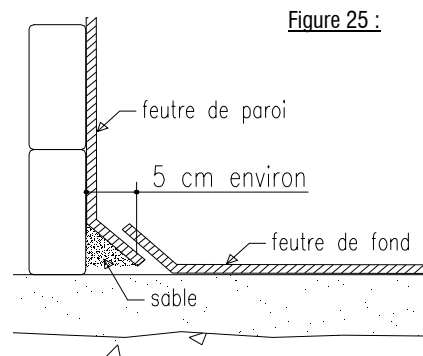

Figure 25 :
- e) Faire un gousset périphérique en sable (5cm x 5 cm) à l'intérieur de la piscine, en relevant le feutre de paroi (figure 25).